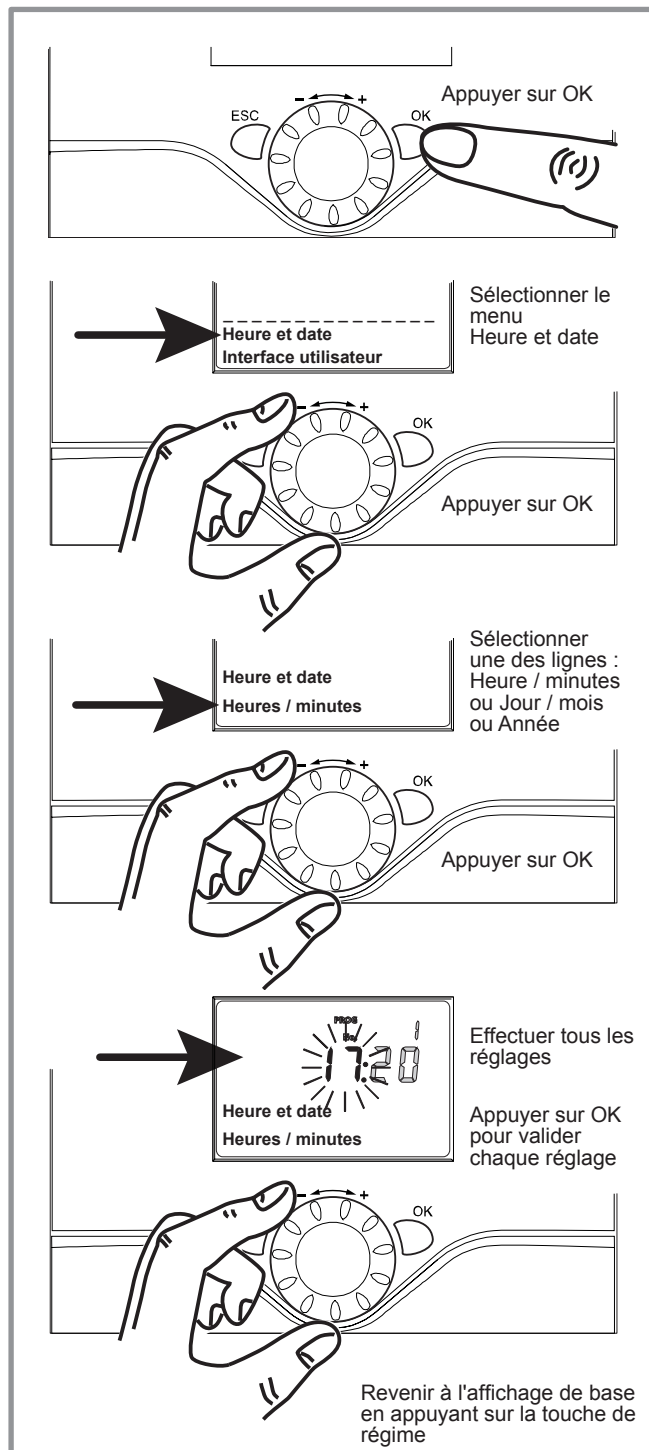

Figure 6 - Réglage de l'heure et de la date
- Régler l'heure et la date en cours (fig. 6).